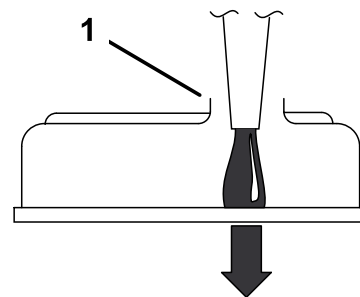

Figure 66
**Important:** Versez l'huile très lentement en prenant soin de ne pas obturer le trou de remplissage (Figure 66). Si vous versez l'huile trop rapidement ou si vous bouchez le trou, l'huile sera refoulée et encrassera les entrées d'air, ce qui endommagera le moteur.